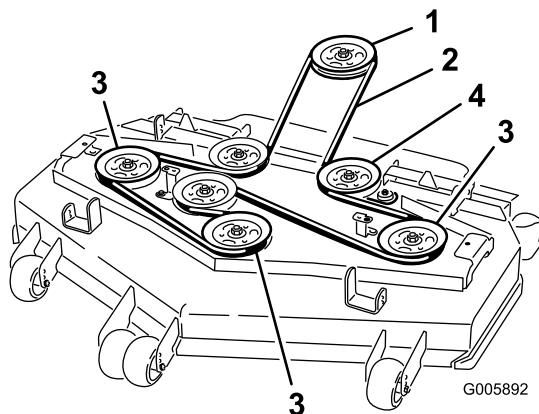

Figura 50
6. Montate la nuova cinghia sulle pulegge (Figura 50).